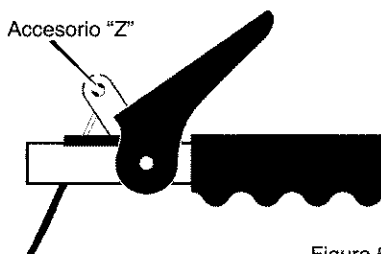

Figura 59
Para asegurarse de que estén bien ajustados, suelte el accesorio "Z" en la palanca de propulsión (Figura 59).
5. Desconecte el **accesorio "Z"** de la **palanca de propulsión** (Figura 59).
11. Instale el **gancho "Z"** en la **palanca de propulsión** (Figura 59).